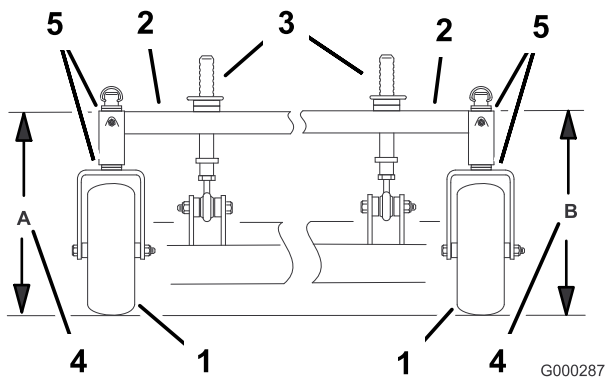

Figura 64
- Mida la altura del bastidor de tiro en la posición **A** (Figura 64).
- Mida la altura del bastidor de tiro en la posición **B** (Figura 64).